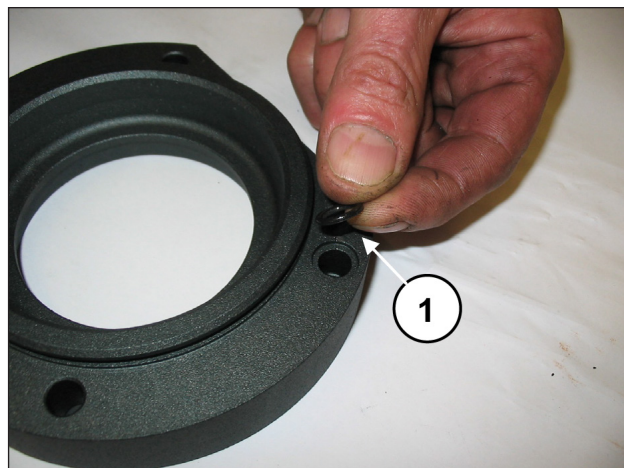
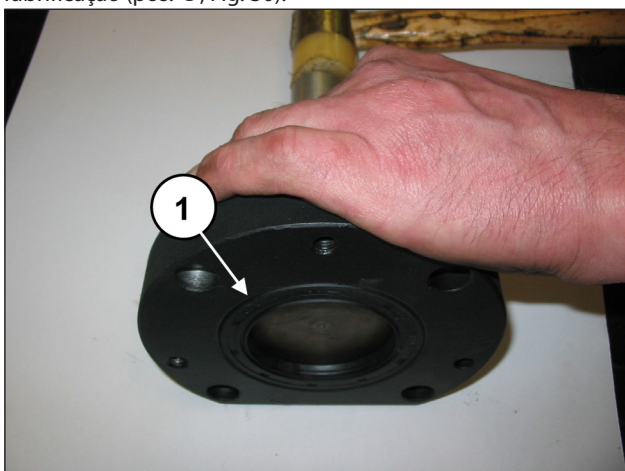
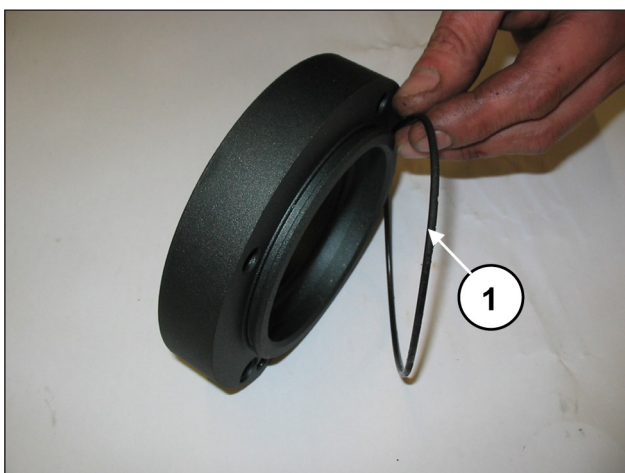

Fig. 30
Fig. 28
Fig. 29
Extraia o anel de vedação radial (pos. ①, Fig. 28), o anel circular externo (pos. ①, Fig. 29), e o anel circular do furo de lubrificação (pos. ①, Fig. 30).